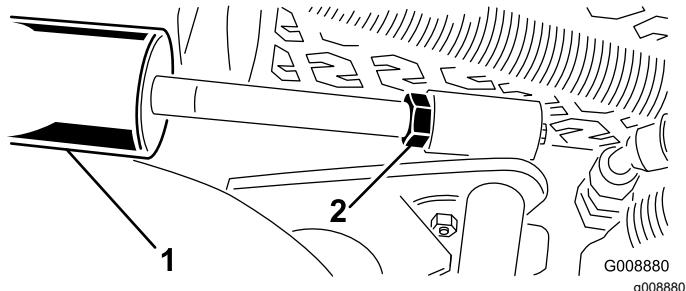

Figure 29
- A. Abaissez les unités de coupe et desserrez l'écrou de blocage sur le vérin (Figure 29).